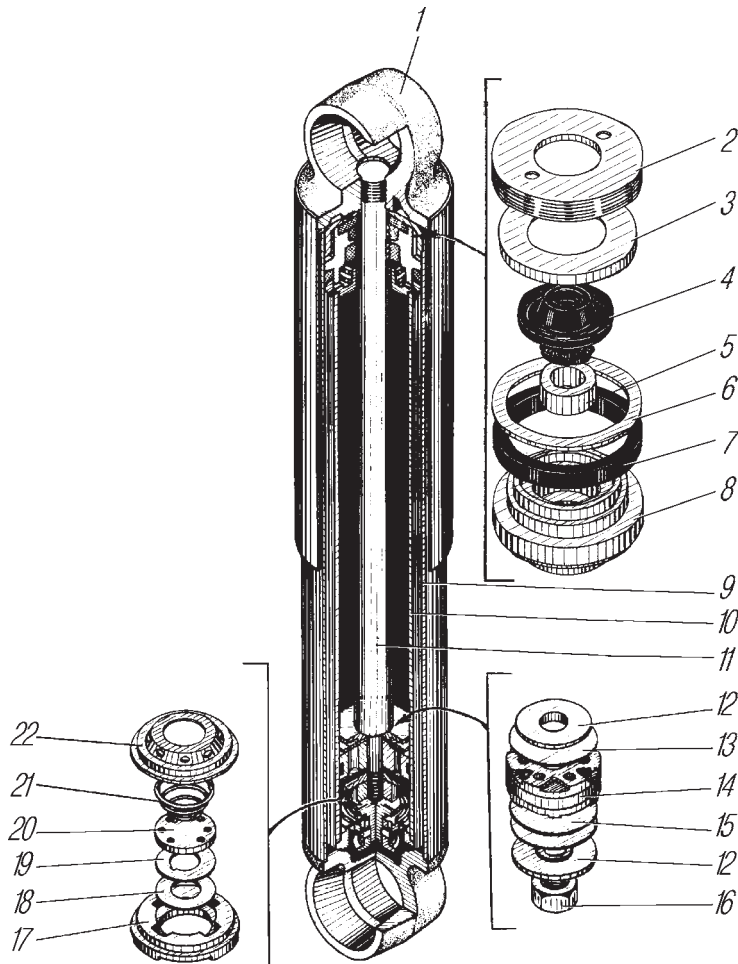

Рис. 41. Амортизатор:
**Гидравлические амортизаторы** (рис. 41) предназначены для гашения колебаний, возникающих в результате упругих деформаций элементов подвески автомобиля при движении по неровной дороге. Принцип действия гидравлических амортизаторов заключается в следующем. При относительных перемещениях подрессоренных и недрессоренных частей автомобиля имеющаяся в амортизаторе жидкость, перетекая из одной его полости в другую через небольшие отверстия, оказывает сопротивление вертикальному перемещению штока и гасит колебания автомобиля.
При появлении течи рабочей жидкости из амортизатора подтянуть гайку 2 (см.рис. 41). При растяжении и сжатии амортизатор должен оказывать равномерное сопротивление. Усилие нового амортизатора при ходе отбоя должно быть в пределах — 5,95–8,05 кН (595–805 кгс), а при ходе сжатия — 1,52–2,28 кН (152–228 кгс); уменьшение усилий сжатия и отбоя в процессе эксплуатации более чем на 25 % не допускается, усилие проверяется на прессе с ходом штока 100 мм и частотой 100 ходов в минуту. Свободное перемещение штока амортизатора указывает на его неисправность.